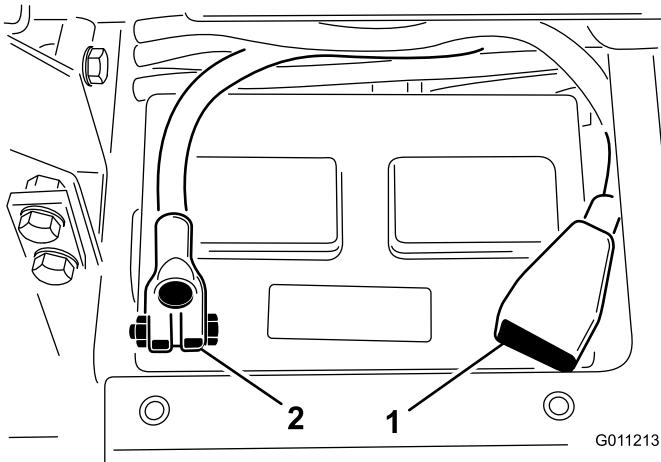

図 5
- 赤い (+) ケーブルをバッテリーの (+) 端子に、黒いケーブル (-) はバッテリーの (-) 端子にはめ、ボルトとナットで固定する（図 5）。プラス端子が電極に十分にはまり込んでいること、ケーブルの配線に無理がないことを確認する。ケーブルとバッテリー・カバーを接触させないこと。